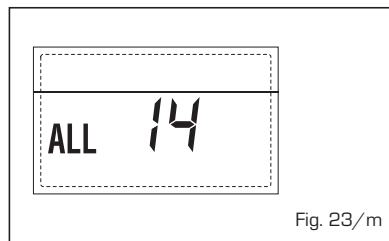

Fig. 23/m
- **ANOMALÍA DEL VENTILADOR "ALL 15"** (fig. 23/n)